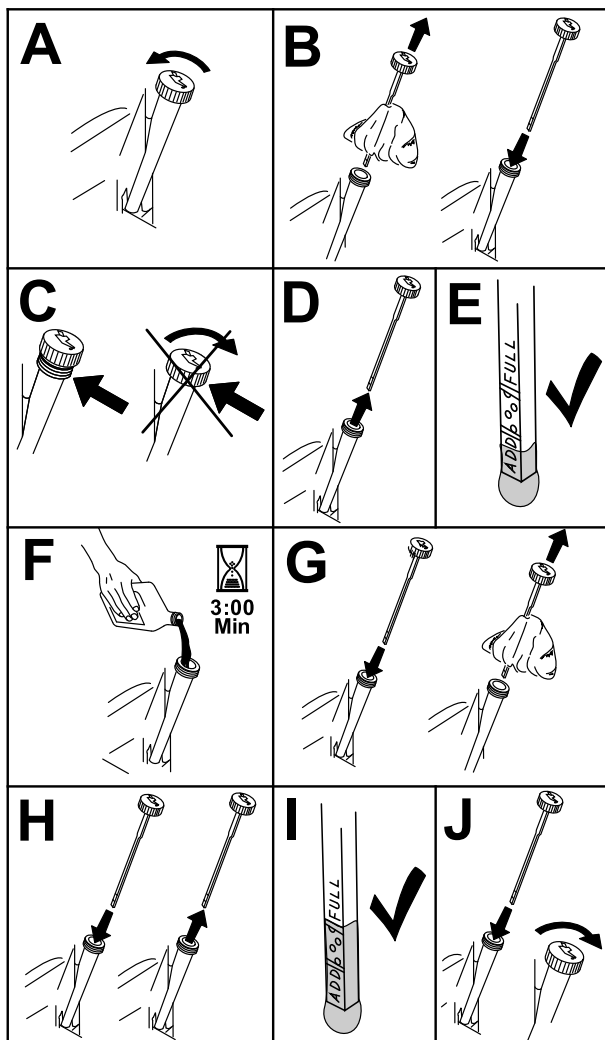

Figura 54
2. Prima di scendere dalla postazione di guida spegnete il motore, togliete la chiave di accensione e attendete che si fermino tutte le parti in movimento (Figura 54).